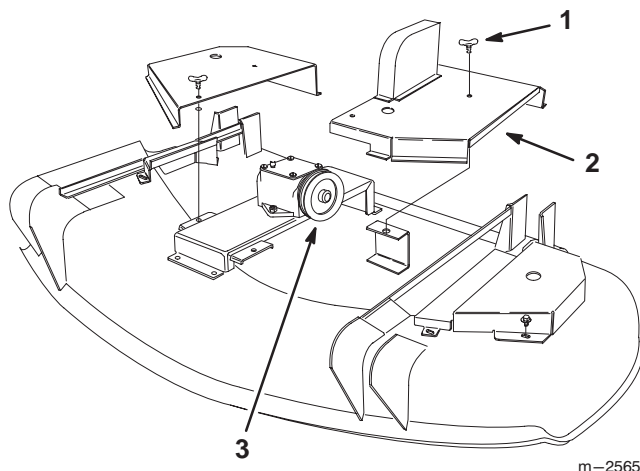

Figure 27
1. Dévissez de 1/4 de tour les deux goujons à oreilles situés sur le carter intérieur gauche du plateau de coupe. Déposez le carter pour exposer la poulie d'entrée du boîtier d'engrenages (Fig. 27).
4. Reposez le carter intérieur gauche sur le plateau, puis revissez les deux goujons à oreilles de 1/4 de tour vers la droite pour assujettir le carter sur le plateau (Fig. 27).